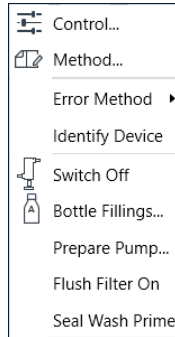

Figura 7 Menu contestuale
- Sostituire il solvente di lavaggio delle guarnizioni e avviare la funzione di adescamento del lavaggio delle guarnizioni dal menu contestuale (vedere la Figura 7, pagina 13).